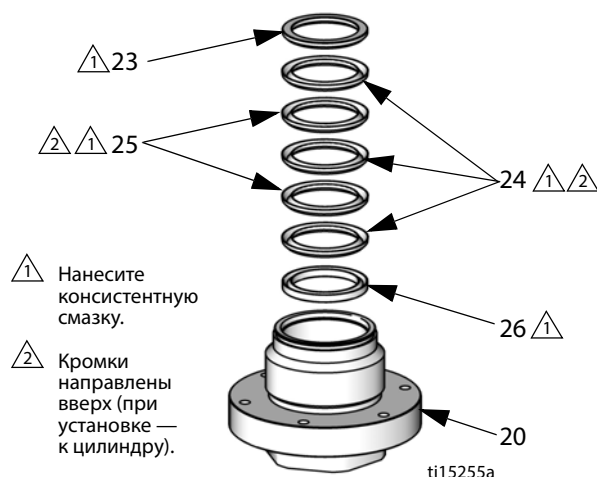

Рис. 10. V-образные уплотнения горловины
9. Выньте соединительный шток (14) и снимите сильфон (7).
10. Используя гаечный ключ на 5 мм, выверните три винта (17), снимите шайбы (18), а затем сильфонную камеру (1). Снимите и утилизируйте уплотнительное кольцо сильфонной камеры (12).
11. Используя торцовый гаечный ключ на 54 мм (2 1/8 дюйма), снимите гайку сальника (20).
12. **Модели с V-образными уплотнениями.** Снимите сальники (23, 26), уплотнения горловины (24, 25) и пружину (22). См. раздел Рис. 10 на стр. 14.